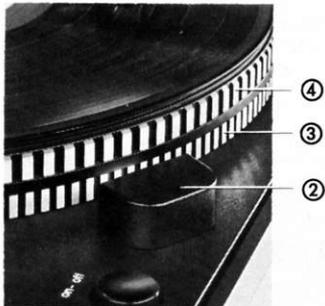

Abb. 6
③ gilt für  $33\frac{1}{3}$  U/min und die obere ④ für 45 U/min (Abb. 6). Bewegen sich die beleuchteten Striche in Drehrichtung des Plattentellers, ist die Drehzahl zu groß, bewegen sie sich entgegengesetzt, ist die Drehzahl zu klein. Die Drehzahl stimmt genau, wenn die beleuchteten Striche scheinbar stillstehen.